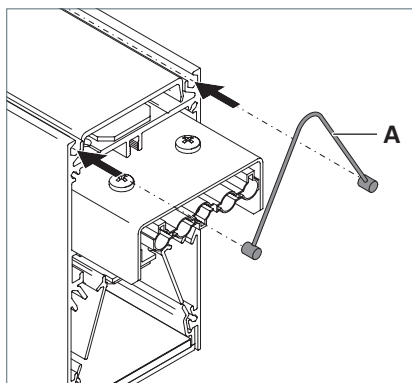

Fig. 11: Accrocher un câble métallique dans le luminaire.
- Faites passer une extrémité du câble métallique **A** dans les guides de la partie supérieure du luminaire, voir Fig. 11.